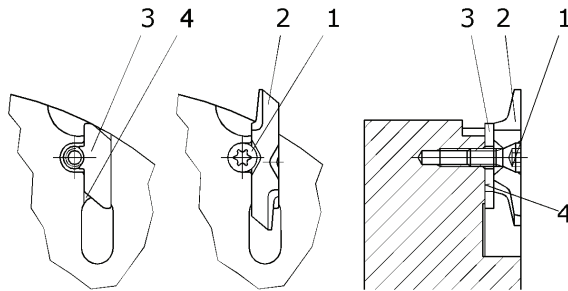

Abb. 1
(s. Abb. 1)
2. Schraube (1) mit Torxschlüssel lösen und vollständig aus dem Messersitz entfernen.
3. Vierkantmesser (2) und gegebenenfalls Unterlagsfolie (3) aus der Messeraufnahme entfernen.
4. Messeraufnahme (4) und alle dazugehörigen Einzelteile reinigen. Darauf achten, dass alle Spannflächen frei von Verschmutzungen, Öl, Fett und Wasser sind.
6. Gewendetes oder neues Vierkantmesser präzise einsetzen (s. Abb. 1).